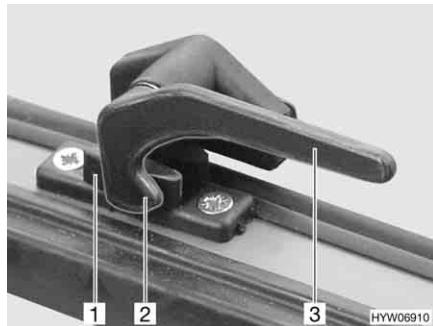

Bild 67 Verriegelungshebel in Stellung "geschlossen"
- Den Verriegelungshebel (Bild 67,3) eine viertel Umdrehung zur Fenstermitte hin drehen.
- Den Verriegelungshebel (Bild 67,3) eine viertel Umdrehung zum Fensterrahmen hin drehen. Die Verriegelungsnase (Bild 67,2) liegt auf der Innenseite der Fensterverriegelung (Bild 67,1).
- in Stellung "fest verschlossen" (Bild 67)